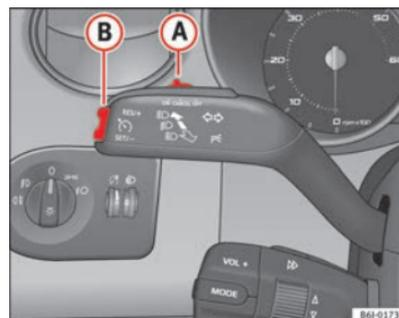

Fig. 108 Alavanca das luzes indicadoras de mudança de direcção e dos máximos: comando e botão basculante para o regulador de velocidade
- Quando se tiver alcançado a velocidade que se quer programar, premir brevemente a parte inferior do botão basculante **SET** ⇒ fig. 108 **B** uma vez.